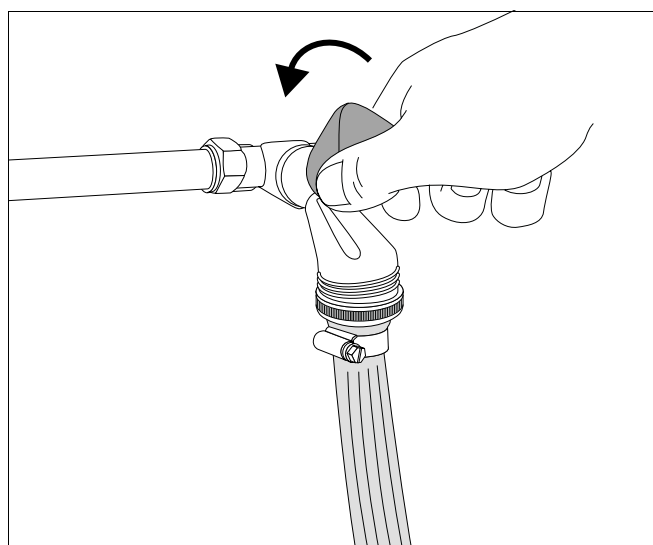

Fig. 60 Waterkraan openen en cv-installatie vullen
- Draai de waterkraan volledig, en de vulkraan slechts gedeeltelijk open (→ fig. 60).